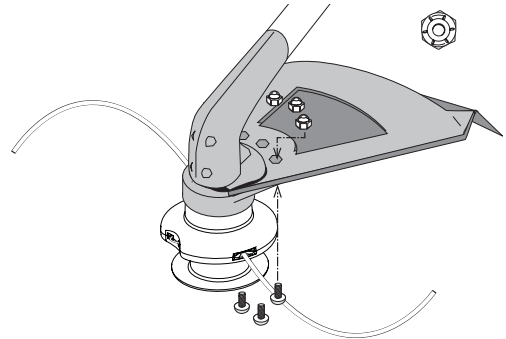

Fig. 5
2. Coloque uno de los tres (3) provistos con tuerca hexagonal en uno de los tres orificios cóncavos de la parte superior del protector accesorio de corte (Fig. 5).
3. Instale un tornillo en el orificio de la base del protector accesorio de corte. Atorníllelo en la tuerca instalada en el paso 2 (Fig. 5). No lo ajuste.